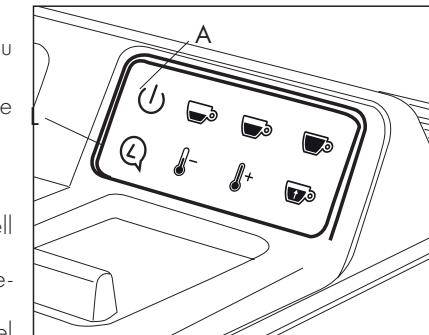

Abb. 9
- Drücken Sie die Taste (L), um die Sprache zu wählen.
- Drücken Sie die Taste A, um die gewählte Sprache zu bestätigen. (**Abb. 9**)